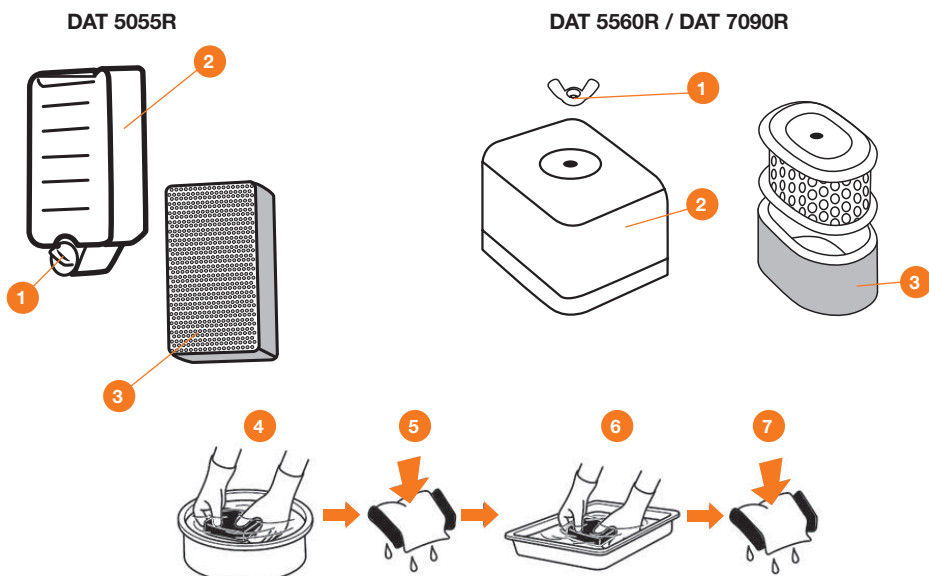

Рис. 28
- Закройте воздушную заслонку, открутите гайку-барашек на корпусе воздушного фильтра **1** (Рис. 28).